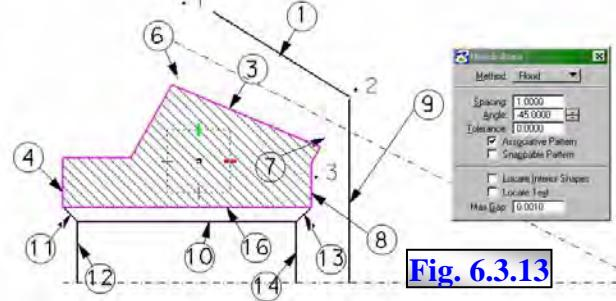

Fig. 6.3.13
9. Operația de hașurare, fig. 6.3.13